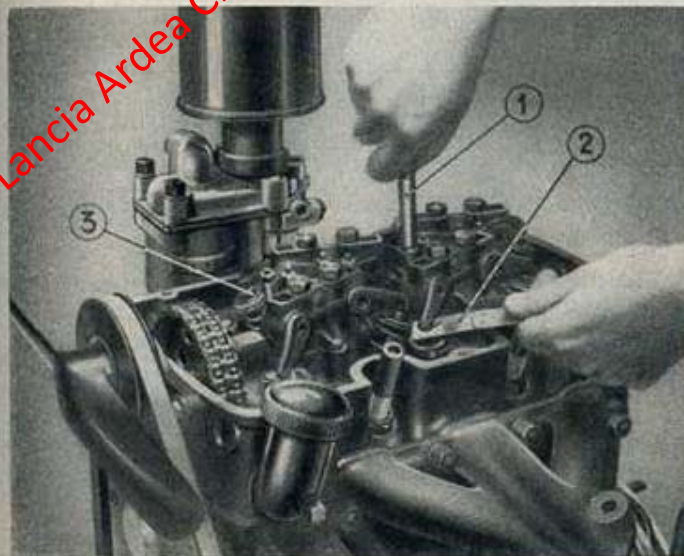

Fig. 7. - Registrazione del gioco delle valvole.
Per registrare il gioco tra i bilancieri e le valvole procedere nel seguente modo (vedi fig. 7).
- a) Registrare a mm. 0,45 il gioco tra la valvola aspirazione ed il relativo bilanciere del cilindro N. 2 (vedi fig. 7).
- c) Far ruotare l'albero distribuzione nel senso di rotazione del motore, fino a che la valvola di aspirazione (3) del cilindro N. 2, registrata col gioco di mm. 0,45, non inizi l'apertura (vedi fig. 7).